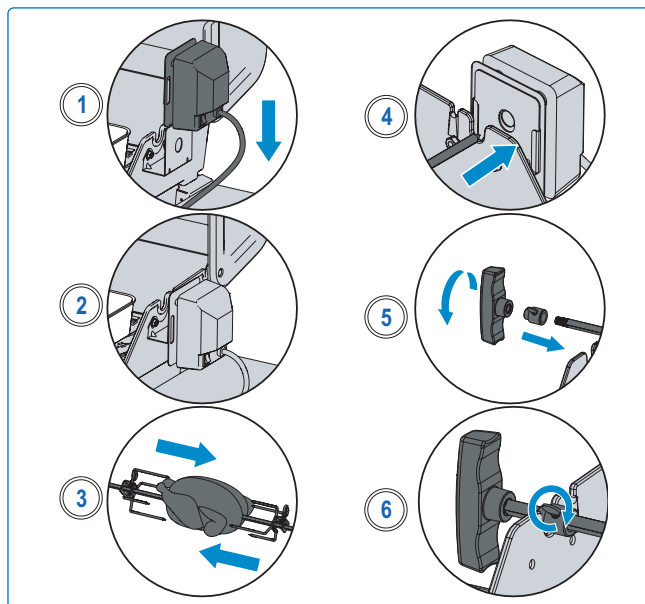

Fig. 18
5. Deslice el segundo tenedor del asador sobre la varilla del espetón y empujelo hacia el pollo hasta que los tres pollos queden bien sujetos entre sí. Apriete (**Fig. 18**).